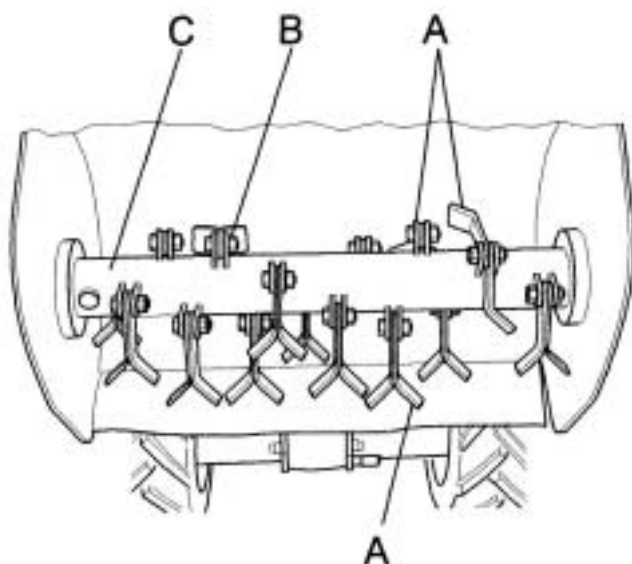

Fig. 10
- Durante el trabajo, si las cuchillas (Fig. 10, ref. A) golpean piedras o cepas hay que pararse inmediatamente y controlar que no se hayan doblado o roto. Si son defectuosas hay que cambiarlas.
- Los pernos de fijación de las cuchillas y sus tuercas (fig. 10, ref. B) también se desgastan. Cambiarlos siempre junto a las cuchillas, usando otros del mismo tipo y resistencia.
- El rotor porta-cuchillas (fig. 10, ref. C) también puede ser fuente de vibraciones. En este caso hay que cambiarlo.